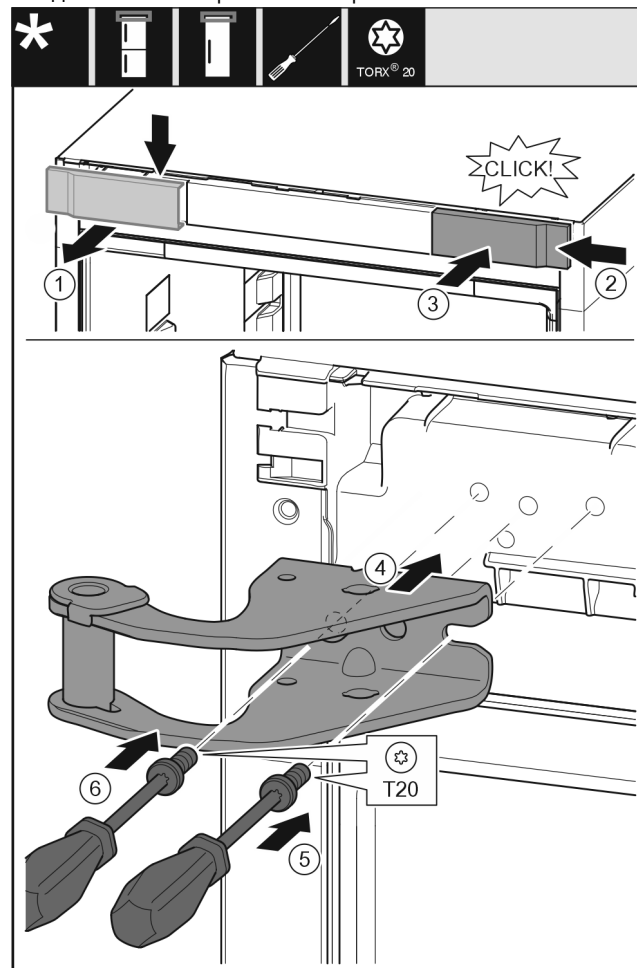

Fig. 10
- ▶ Свалете капака от горе напред. Fig. 10 (1)
- ▶ Закачете капака, завъртян на 180°, от другата страна отдясно. Fig. 10 (2)
- ▶ Фиксирайте капака. Fig. 10 (3)
- ▶ Поставете горната лагерна стойка. Fig. 10 (4)
- ▶ С отвертка T20 поставете винта и го затегнете. Fig. 10 (5)
- ▶ С отвертка T20 вкарайте винта и го затегнете. Fig. 10 (6)